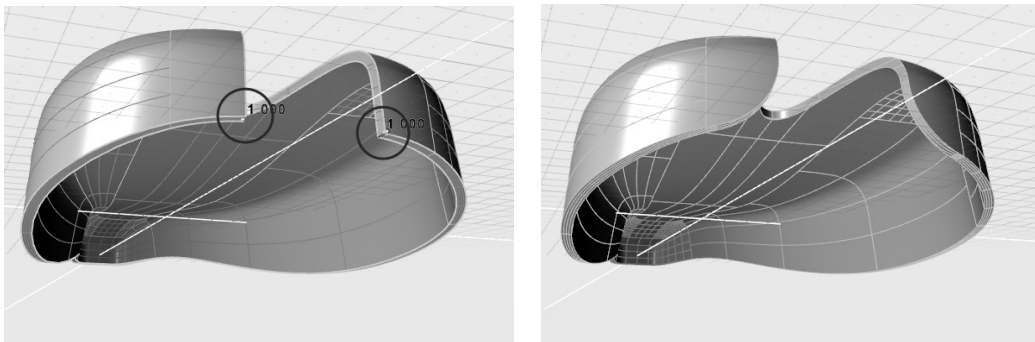

图 7-81 选择两边施加倒圆角（左），设置半径值为 20mm（右）
6) 激活“倒圆角”工具，对图 7-81 所示的两条边施加 20mm 的半径值。